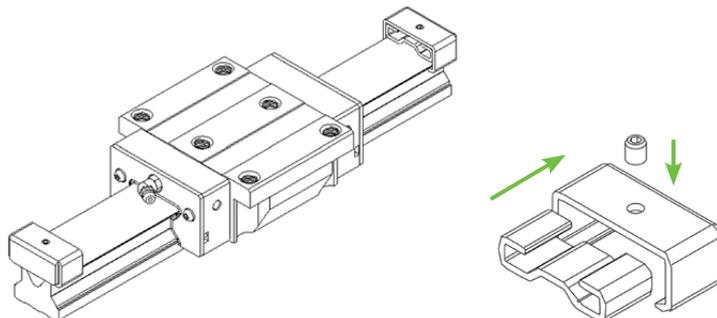

Abb. 5.23 **Bandklemmung aus Metall**
- ▶ Um ein Abheben des Abdeckbands zu verhindern, montieren Sie im letzten Schritt an beiden Stirnseiten der Profilschiene die Bandklemmungen gemäß Abb. 5.23.